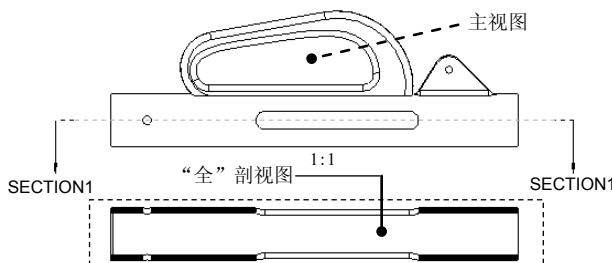

图 10.4.37 “全”剖视图
“全”剖视图如图 10.4.37 所示。
Step1. 选择图 10.4.37 所示的主视图，然后右击，从弹出的快捷菜单中选择 **插入剖视图...** 命令。